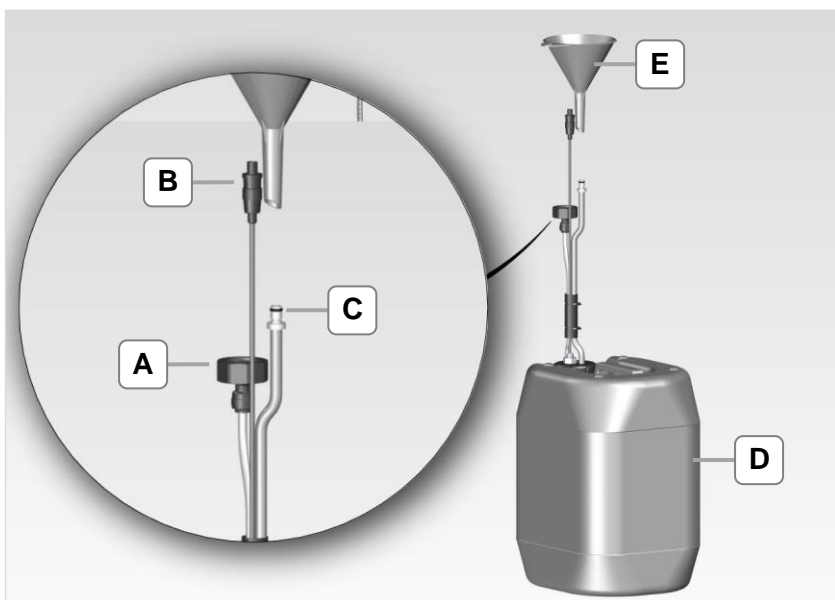
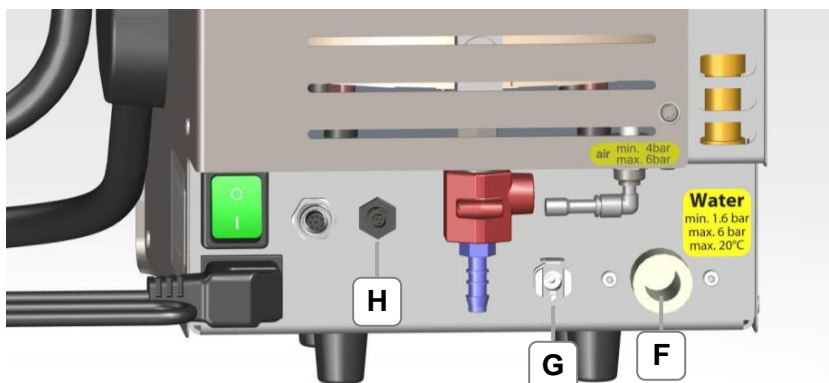
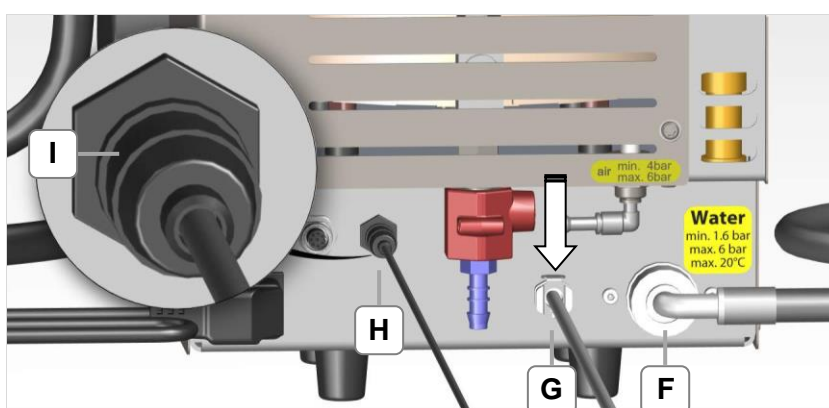
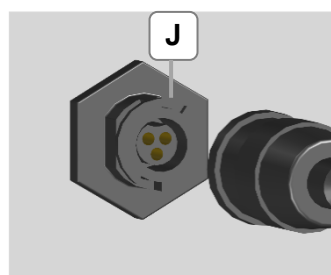

Figure 4.5.1: récipient avec accessoires
Figure 4.5.2: raccords du récipient (face arrière de l'appareil)
Figure 4.5.3: raccords, récipient connecté
Figure 4.5.4: orientation du connecteur (J)
<p>Fuite d'eau!</p> <p>Si un appareil équipé d'un bidon est raccordé à un kit de raccordement d'eau fixe, il faut retirer le tuyau de purge (fig. 4.5.3-G).</p> <ul style="list-style-type: none"> • Retirer le tuyau de purge afin que le bidon ne déborde pas.
1. Raccordez le raccord fileté (figure 4.5.1-A) du tuyau à eau à la prise d'eau de l'appareil (figure 4.5.2-F). Vérifiez que le joint est bien inséré dans le raccord (figure 4.5.1-A).
2. Raccordez le connecteur de câble (figure 4.5.1-B) pour le contrôleur de niveau à la prise (figure 4.5.2-H) et tournez le capuchon avant (figure 4.5.3-I) jusqu'à ce qu'il s'encastre. Observer l'orientation du connecteur (figure 4.5.4-J).
3. Insérez le tuyau de purge (figure 4.5.1-C) dans le raccord (figure 4.5.2-G).
<p>Contrôler la fixation de prise d'eau du récipient !</p> <ul style="list-style-type: none"> • Veillez à une fixation correcte et sûre des raccords. • Contrôlez l'étanchéité et le fonctionnement des raccords (figure 4.4.1.3-E+F). • En déconnectant le tuyau de purge, veillez à pousser le levier de verrouillage (figure 4.5.3-G) vers le bas en direction de la flèche.